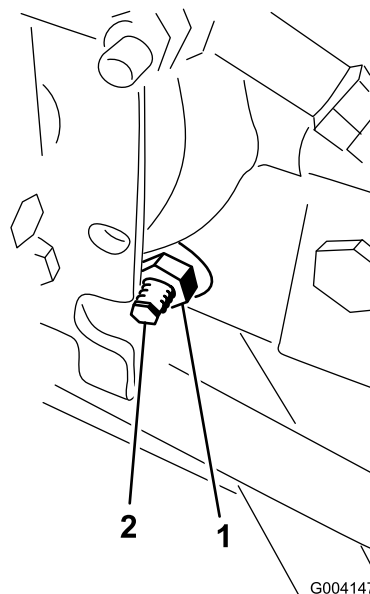

図 45
3. ハイドロスタットの右側にあるトラクション調整カムロックナットをゆるめる 図 45。